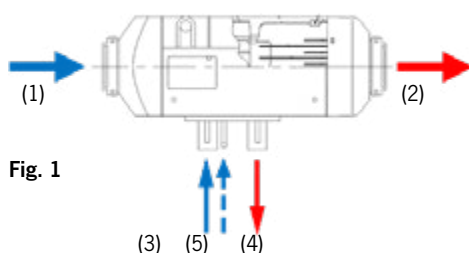
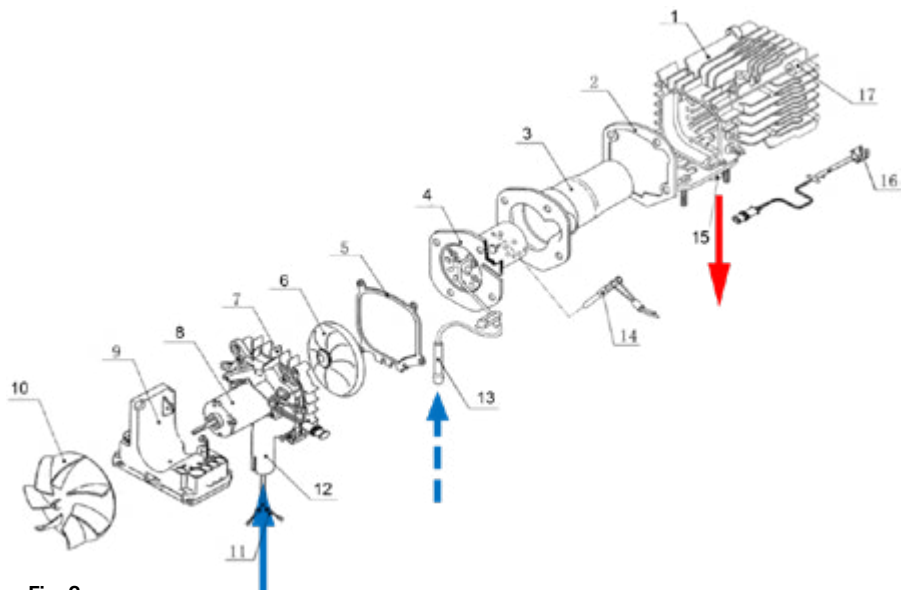

Fig. 1
Fig. 2
Le système comprend un brûleur [page 12 Fig. 2 (4)] et une chambre de combustion [page 12 Fig. 2 (3)] situé au sein d'un échangeur thermique [page 12 Fig. 2 (1)].
[Fig. 1 (1)] [page 12 Fig. 2 (10)]. Après avoir passé l'échangeur thermique, l'air chauffé est soufflé
[Figure. 1(2)].
Il faut du carburant diesel et de l'oxygène pour le processus de combustion. Le combustible est amené vers le brûleur par le tuyau d'entrée [Fig. 1 (5)] [page 12 Fig. 2 (13)] où il est enflammé après l'injection à l'aide d'une bougie de préchauffage [page 12 Fig. 2 (14)]. A l'extrémité du brûleur, la flamme ainsi formée atteint l'espace entre le brûleur [page 12 Fig. 2 (4)] et la paroi de la chambre de combustion [page 12 Fig. 2 (3)]. Par le contact avec l'échangeur thermique [page 12 Fig. 2 (1)], celle-ci s'échauffe.
L'alimentation en oxygène pour la combustion s'effectue par un tuyau d'entrée d'air [Fig. 1 (3)] [page 12 Fig. 2 (12)]. La turbine intérieure [page 12 Fig. 2 (6/8)] aspire l'air et le pousse dans le brûleur. Après combustion, les gaz brûlés sont évacués par le tuyau d'échappement [Fig. 1 (4)] [page 12 Fig. 2 (15)].
L'unité de commande [page 12 Fig. 2 (9)] est située dans la partie avant de l'appareil de chauffage derrière la turbine pour l'alimentation en air chaud. Sa fonction principale est de collecter toutes les données du système (données de : Sondes thermiques, données d'entraînement, impulsions, vitesses de rotation, tensions, etc.). Sur la base de ces données, la commande régule le processus de chauffage, la surveillance de l'installation et la gestion des dysfonctionnements du système.
Le capteur de surchauffe [page 13 Fig.3-(X3)] est situé à l'extrémité extérieure arrière de l'échangeur thermique [page 12 Fig.2-(16)]. Si la température du corps en aluminium dépasse une limite définie dans le système, la pompe à carburant est arrêtée par l'unité de commande et l'alimentation en carburant est immédiatement interrompue. L'appareil de chauffage s'éteint pour éviter la surchauffe. Le ventilateur continue de fonctionner jusqu'à ce que la température tombe en dessous de la température enregistrée dans le système.